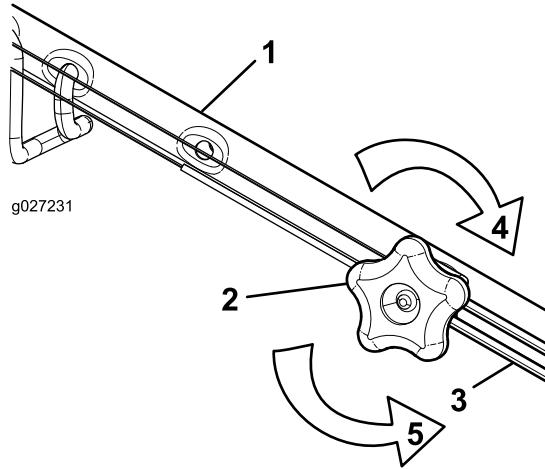

Figura 33
- Rode o manípulo de ajuste para a esquerda para folgar o ajuste do cabo (Figura 33).
- Ajuste a tensão do cabo (Figura 33) puxando-o para trás ou empurrando-o para a frente e mantendo a posição.